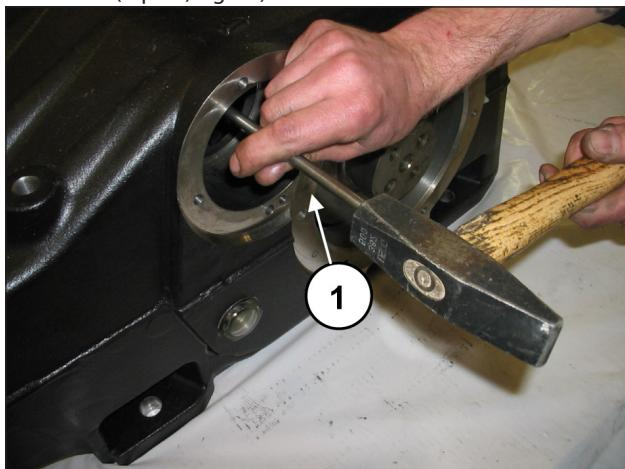
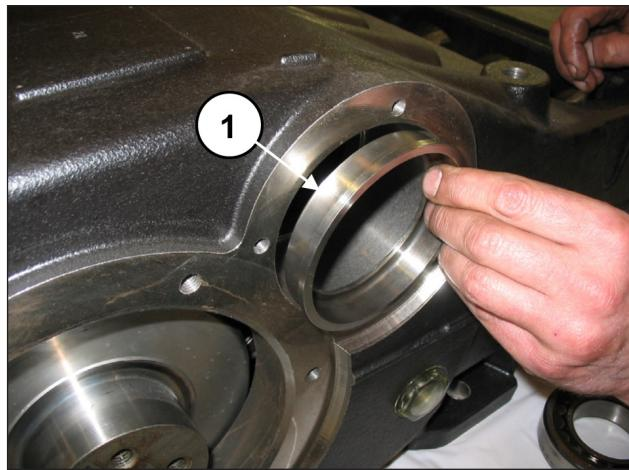
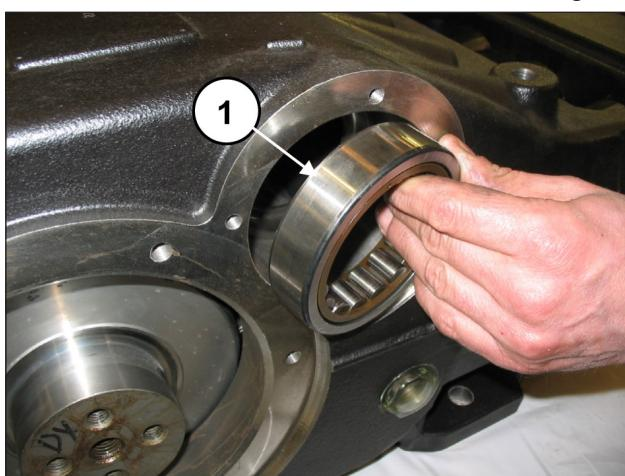
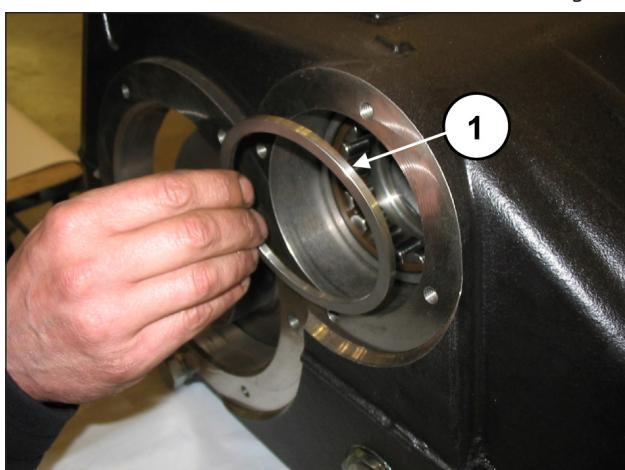

Fig. 34
Fig. 37
Fig. 35
Fig. 36
Utiliser une barre suffisamment longue (rep. ①, Fig. 34) et un outil à inertie pour dégager du carter de pompe les bagues des coussinets (rep. ①, Fig. 35), l'entretoise du coussinet extérieur (rep. ①, Fig. 36) et la douille de lubrification des coussinets (rep. ①, Fig. 37).